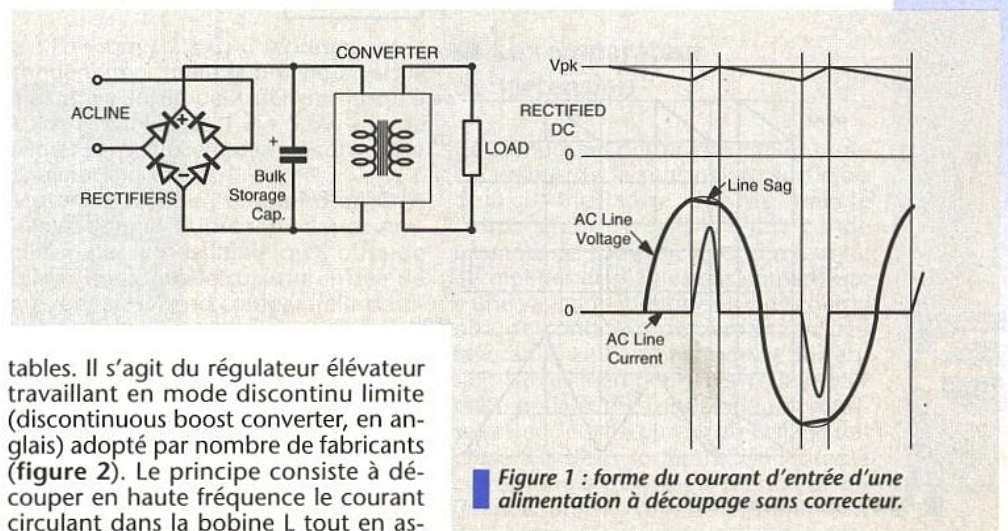

Figure 1 : forme du courant d'entrée d'une alimentation à découpage sans correcteur.
■ Figure 1 : le principe.
Typiquement, il s'agit de petits circuits imprimés rassemblant un connecteur pour le cordon de téléchargement, un bornier pour l'alimentation 5 volts, et un support approprié (PLCC ou DIP). Ils communiquent donc avec le port «Centronics» du PC par six ou sept fils (le huitième contact du connecteur de téléchargement est un détrompeur), selon le principe résumé à la figure 1. Les composants ispLSI nécessitent un fil spécifique (/ispEN) car leurs broches de téléchargement SDO, SDI, SCLK, et MODE ne sont pas réservées à ce seul usage comme sur les ispGAL et les ispGDS : elles servent d'entrées-sorties en fonctionnement normal !
La correction du facteur de puissance concerne plus particulièrement les alimentations à découpage dont l'étage d'entrée absorbe du courant sous la forme de pics (figure 1). Le PF ainsi obtenu ne dépasse généralement pas 0,6. L'action du PFC va donc consister à